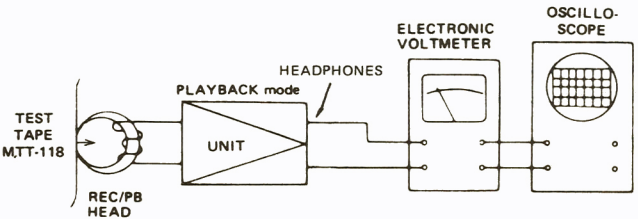

Figure 8-5
- 1) Connect instruments as shown in Figure 8-5.
- 1) Die Instrumente gemäß Abb. 8-5 anschließen.
- 1) Raccorder les instruments comme le montre la Fig. 8-5.